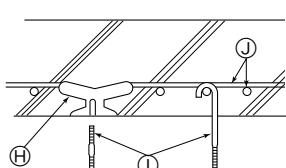

Fig. 2-5
### ② Железобетонные конструкции (Fig. 2-5)